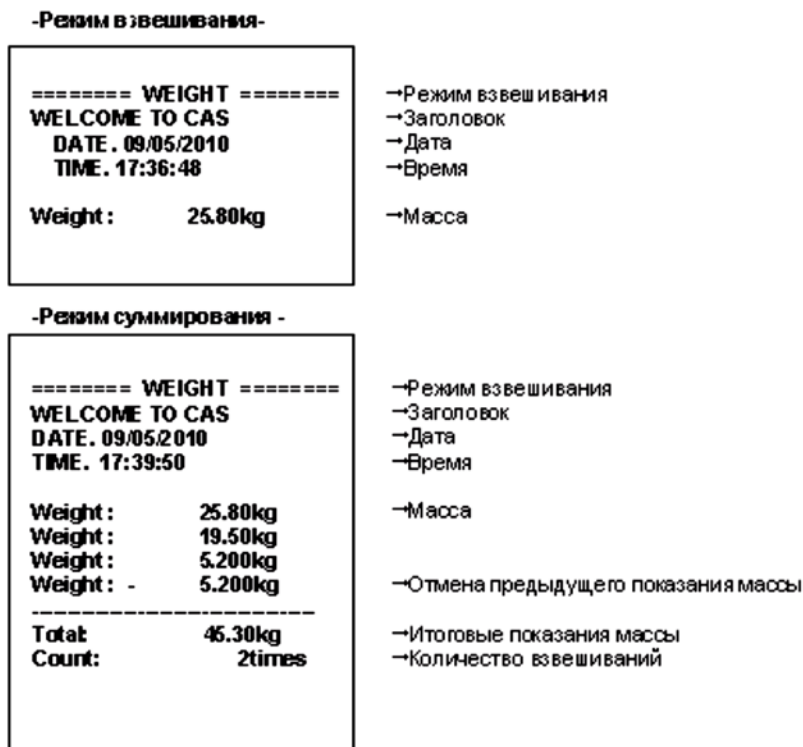

Рис.8.3
- ❑ Знаходячись в одному з цих режимів, натисніть клавішу  для передачі (друку) сумарних показів маси і кількості зважувань. Приклад друку наведено на рис.8.3.